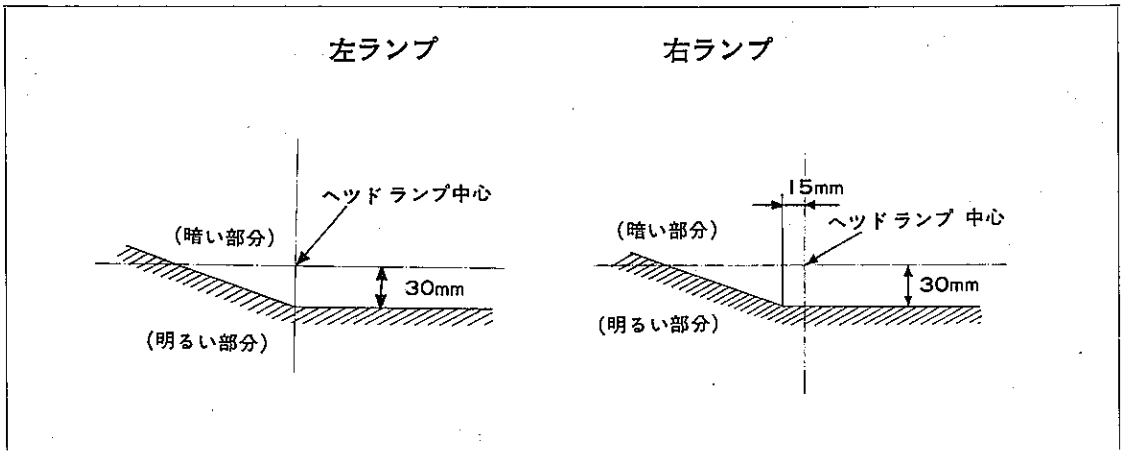

図8-3-22 照射位置
f. スクリーンに照射されたビームの明暗分割線を運転席に1名乗車した状態で図8-3-22の位置に調整する。